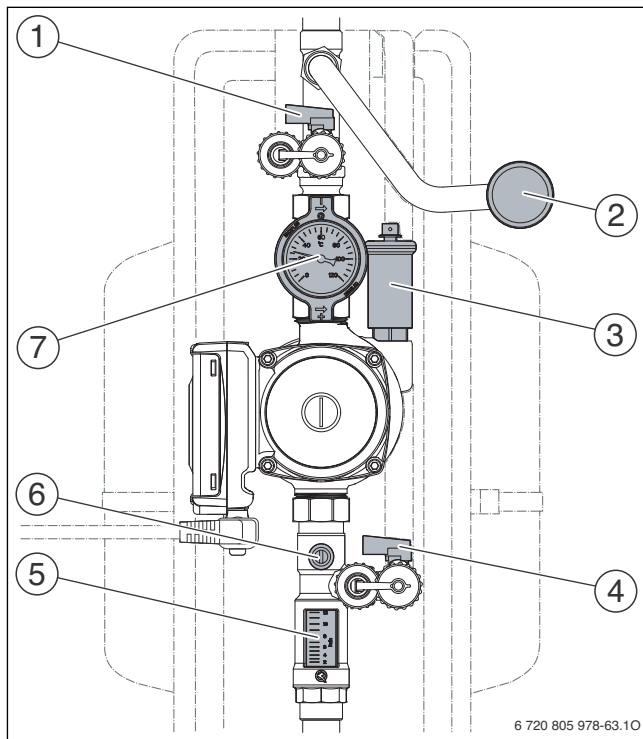

Bild 235 Übersicht Solargruppe
- ▶ Während der Schaltvorgänge den Zeiger des Manometers (→ Bild 235, [2]) an der Solargruppe kontrollieren.
Wenn der schwarze Zeiger des Manometers (→ Bild 235, [2]) beim Ein- und Ausschalten der Solarpumpe Druckschwankungen anzeigt, muss die Solaranlage weiter entlüftet werden.
- ▶ Solarpumpe ca. 10 Minuten laufen lassen. Umwälzung am Durchflussmesser (→ Bild 235, [5]) prüfen.
- ▶ Solaranlage am automatischen Entlüfter an der Hocheffizienz-Solarpumpe nochmals entlüften (→ Bild 235, [3]) und Betriebsdruck auf 2,5 bar einstellen. Bei Anlagen über 12 m Höhenunterschied Kapitel 7.1 beachten.
- ▶ Volumenstrom am Durchflussbegrenzer (→ Bild 235, [5]) ablesen.
- ▶ Volumenstrom an mit Einstellschraube des Durchflussbegrenzers (→ Bild 235, [6]) soweit drosseln, bis der maximale Volumenstrom unterschritten wird.